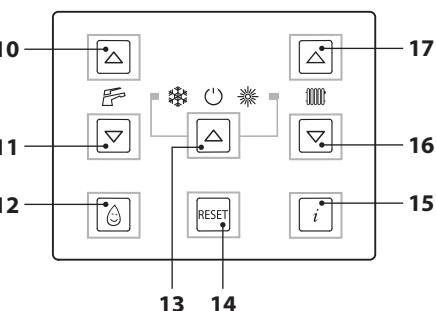
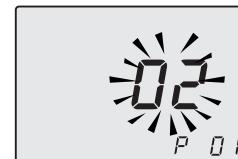

Рисунок 8.2
Рисунок 8.3
- войти в "режим программирования", нажав одновременно и удерживая в течение 10 секунд кнопки 13-16-17 (Рисунок 8.2), до появления на ЖК дисплее кода P01 и значения параметра, которые указывают на вход в "параметр 01" (Рисунок 8.3);
- чтобы подтвердить внесенное значение, нажать кнопку 13 (Рисунок 8.2);